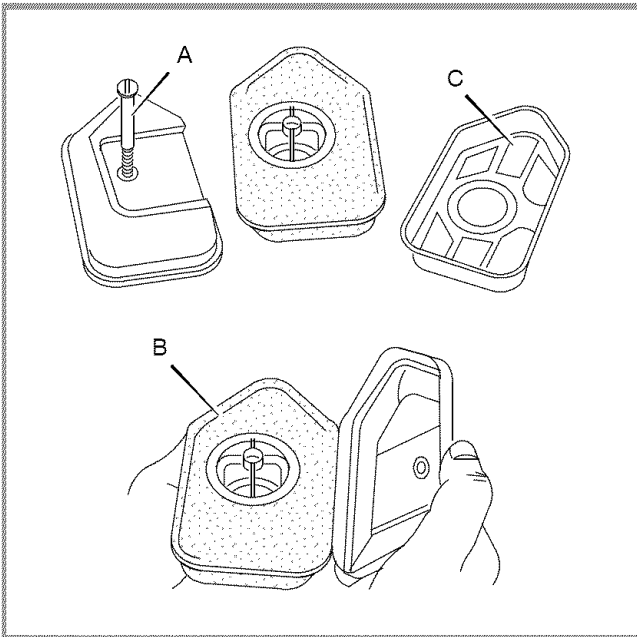

Figura 22: Cambie el filtro de aire
- 2 Retire el tornillo (A) según se ilustra en Figura 22.
- 4 Desarme el filtro de aire y limpie todas las partes. Si el filtro (B) está muy sucio o dañado, reemplácelo por un nuevo filtro.
- 5 Coloque el filtro y la taza en el cuerpo del filtro de aire (C).